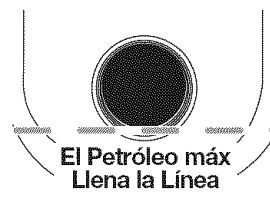

Fig. 19
5. La mirada en el petróleo llena hoyo, utiliza una linterna si necesitado. El petróleo debe estar tocando apenas las interiores la mayoría de los hilos (Fig. 19).
6. Si el nivel de aceite no está tocando la rosca más interior del agujero de llenar aceite, añada una pequeña cantidad al agujero de llenar aceite y vuelva a comprobar (Fig. 19). Repita este procedimiento hasta que el nivel de aceite alcance la rosca más interna del agujero de llenar aceite.